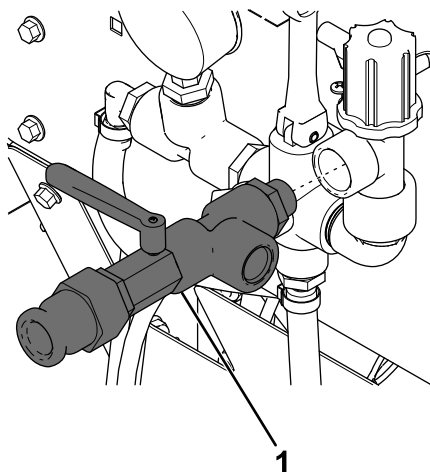

Figura 4
3. Aplique fijador de roscas al extremo de la válvula de retorno y sujétela al regulador de pulverización (Figura 4).